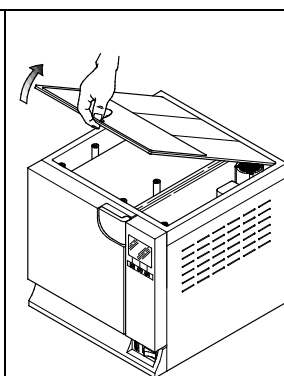
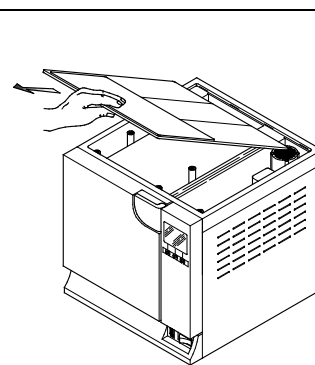

Рис. 10.2-6
Рис. 10.2-7
- поднимите крышку под углом 45° (Рис. 10.2-6) и потяните на себя (Рис. 10.2-7).